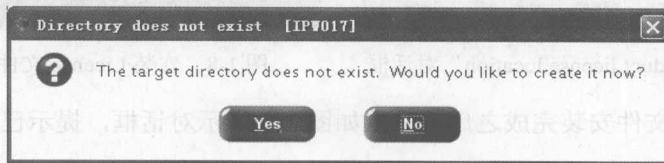

图 1-13 “Directory does not exist”窗口
(4) 选择“Source Location”（安装文件来源），本例选择光驱（J 盘）根目录下；然后选择“Target Location”（指定其安装目录）。
(5) 单击“Next”按钮，弹出如图 1-13 所示的窗口。